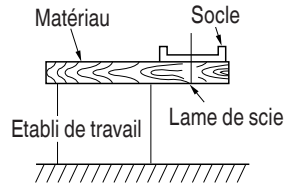

Fig. 15
6. Préparer un établi de travail en bois (Fig. 15)